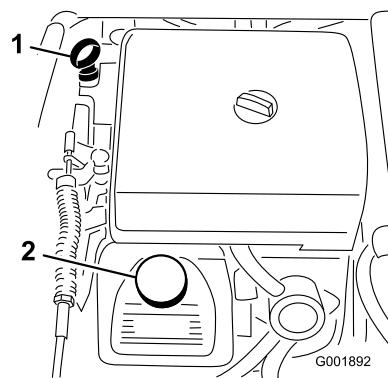

Figura 46
- Togliete l'asta di livello ed asciugatela con un panno pulito (Figura 46). Inserite l'asta nel tubo e verificate che sia inserita a fondo. Rimuovete l'asta e controllate il livello dell'olio.
- Se il livello dell'olio è basso, togliete il tappo di rifornimento dal coperchio della valvola (Figura 46) e versate dell'olio fino a portarne il livello al segno di pieno (Full) sull'asta. Versate l'olio lentamente,
- Versate lentamente circa l'80% della quantità indicata d'olio nel bocchettone di rifornimento (Figura 46).